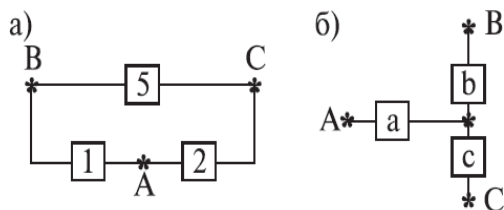

Рис. 1.
4. Определить вероятность безотказной работы устройства, структурная схема которого изображена на рис.1 (а, б), если известно, что вероятности безотказной работы каждого из элементов схемы равны $0,9$, а вероятности отказов равны $0,1$.